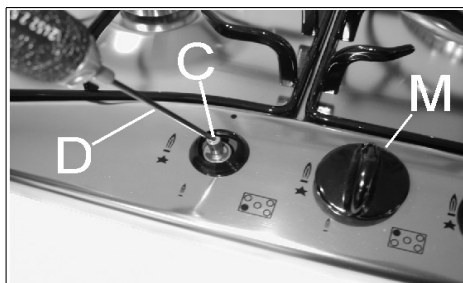

FIG. 12
- Togliere la manopola "M" (fig. 12) del rubinetto fissata per semplice pressione sull'astina dello stesso.
- Introdurre un piccolo cacciavite "D" nel foro "C" (fig. 12) e girare a destra o a sinistra la vite di strozzamento fino a che la fiamma del bruciatore sia regolata convenientemente al "Minimo".